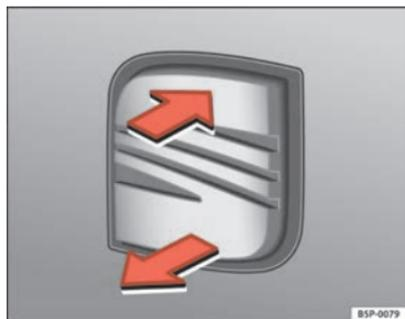

Abb. 74 Gepäckraum:
- Ziehen Sie am Griff und heben Sie die Heckklappe an ⇒ Abb. 74.